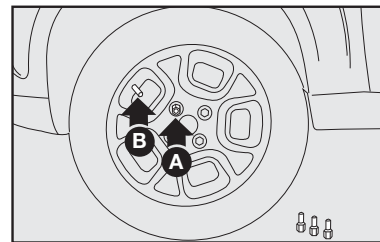

fig. 8
7) Atarraxar apenas um dos parafusos **A-fig. 8**, em correspondência com a válvula de enchimento **B-fig. 8**.